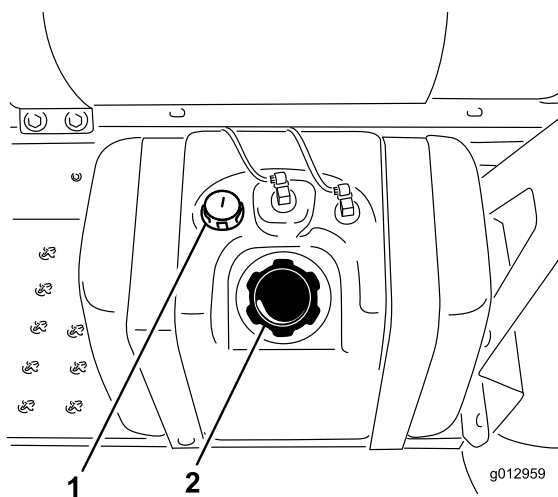

Bild 20
3. Reinigen Sie den Bereich um den Tankdeckel (Bild 20).